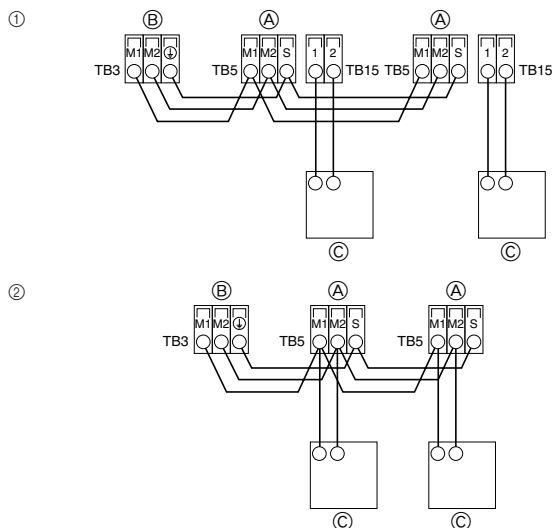

Fig. 4-2
4.2. Подсоединение пульта дистанционного управления, кабелей передачи внутри и снаружи (Fig. 4-2)